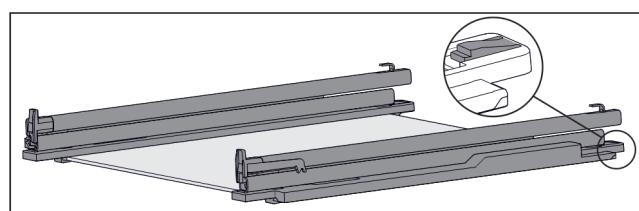

Fig. 120 Placă de sticlă cu şine și piese de fixare
- Apăsați în jos piesa de fixare din spate (vezi Fig. 120) și, în același timp, împingeți şina înapoi.